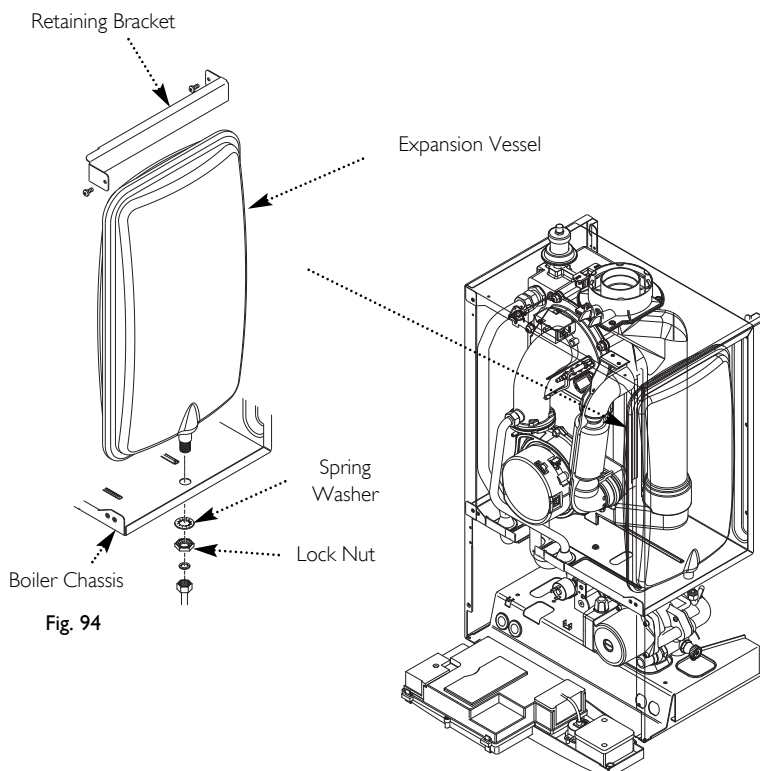

Fig. 94
14.21 Expansion Vessel (Fig. 94)